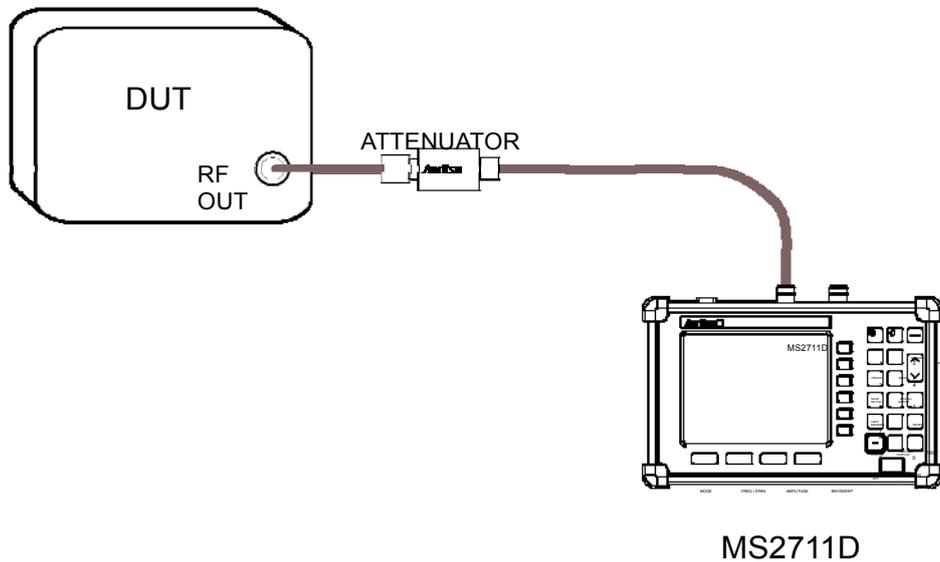

图6-1. 功率计测量设置,内部功率计
- 步骤1.** 用于测量的最大输入信号是+20dBm。如果信号大于20dBm，在输入上使用一个天线来降低功率电平。在DUT和RF检波器之间插入一个具有足够等级的衰减器确保MS2711D输入功率不超过+20dBm。参见图6-1。